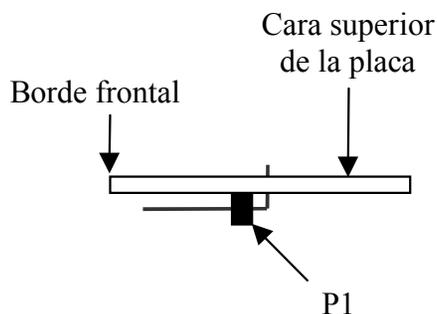

Figura 6-5
- Sitúe P1, el conector macho de 20 patillas en ángulo recto en la **cara inferior** de la placa (Figura 6-5), pero no lo suelde todavía. **Observe la figura 3-3 para una posición correcta.** Las patillas cortas se instalan en los agujeros y las largas deben estar paralelas a la placa.